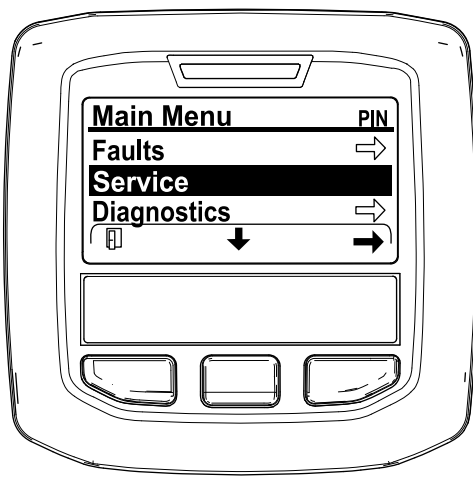

Figura 29
2. Vaya al MENÚ PRINCIPAL, pulse el botón central para desplazarse hacia abajo hasta el MENÚ SERVICIO y pulse el botón derecho para seleccionar la opción SERVICIO (Figura 29).